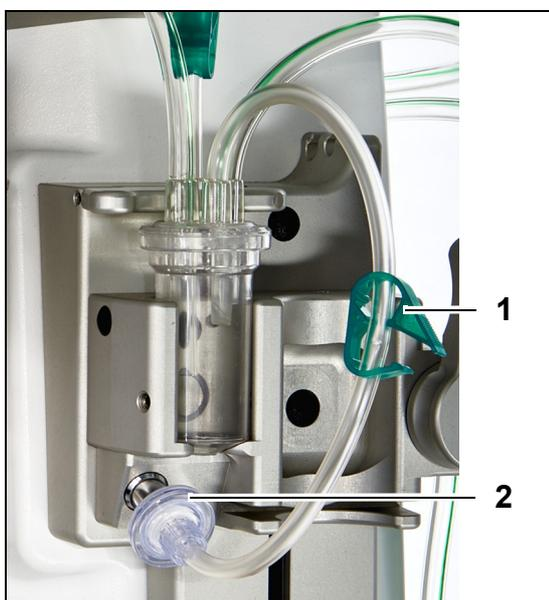

Рис. 92
1. Подключите люэровский гидрофобный фильтр (2) от линии давления блока автоматической дегазации к датчику давления этого же блока.
2. Оставьте клапан (1) магистрали гидрофобного фильтра открытым, как показано на рис. 92.